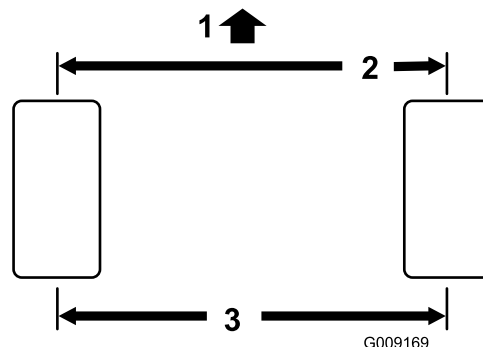

図 53
1. 後輪の前と後ろで、左右のタイヤの中央線間距離を測るアックスルの高さ位置で計測 図 53。